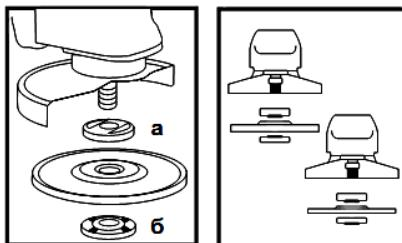

Рисунок 2
4.4 Встановіть на виріб шліфувальний або відрізний круг. Для цього натисніть на кнопку фіксації шпинделя (1) і поверніть його до такого положення, при якому він зафіксується. За допомогою вілочного ключа з комплекту виробу відверніть і зніміть затискну гайку (б) (дивіться рисунок 2). Встановіть шліфувальний диск на посадкове місце фланцевої шайби (а) (рисунок 2), наживіть рукою затискну гайку на шпиндель і затягніть її ключем з комплекту приладу.